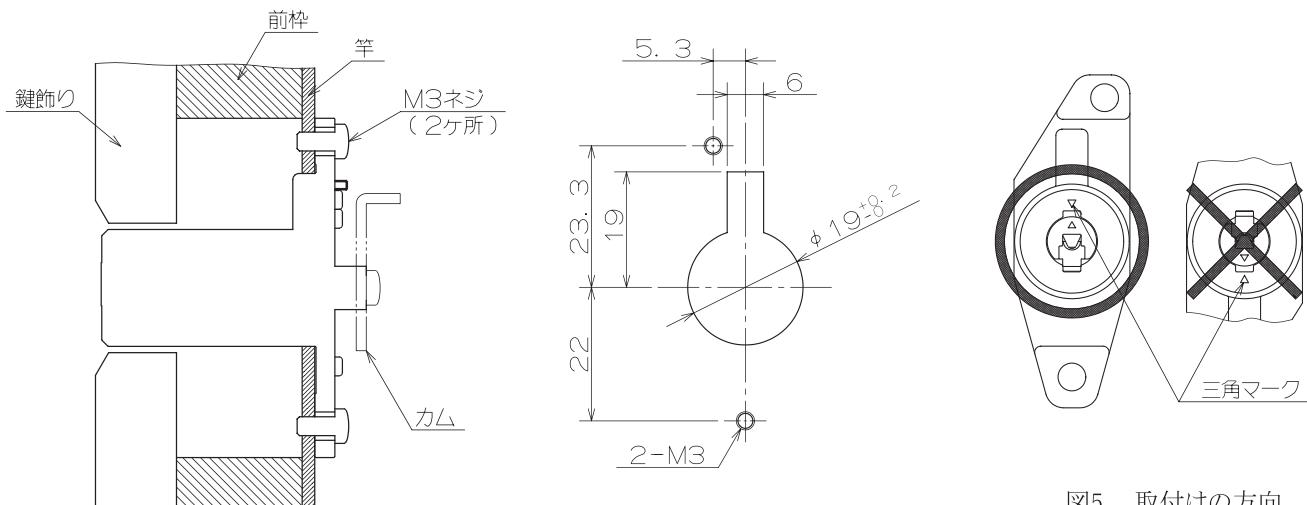

図3 本体取付け図
- (1) 引張力(鍵の引抜き方向)を考慮し、図3のような竿への取付けを推奨します。